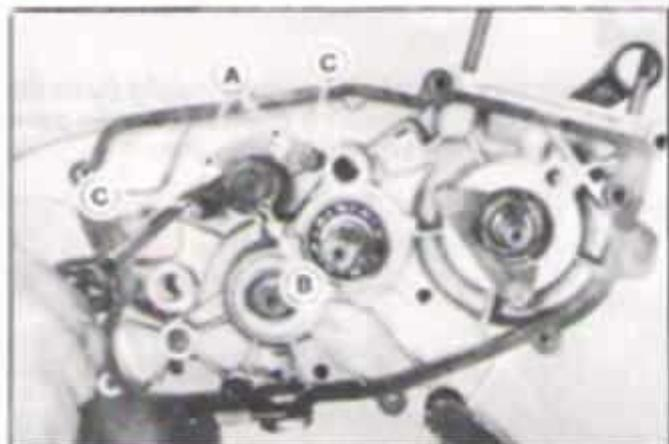

FIG. M22 - A. PARAFUSO FIXAÇÃO
- b. Desaparafusar os parafusos que fixam a trava do eixo do trambulador. Figura M22.